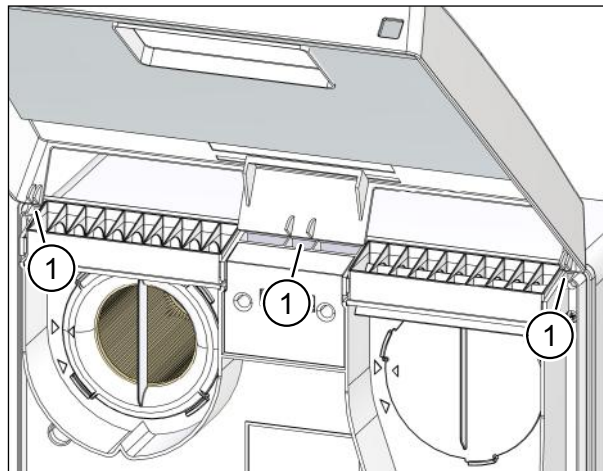

Abb. 5: Deckeldrehpunkte
- ▶ Setzen Sie die Nasen des Deckels in die Öffnungen (Pos. 1 in Abb. 5) an der Oberseite des Lüftungsgerätes ein.